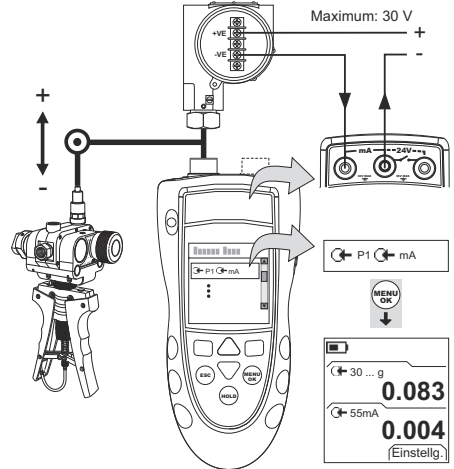
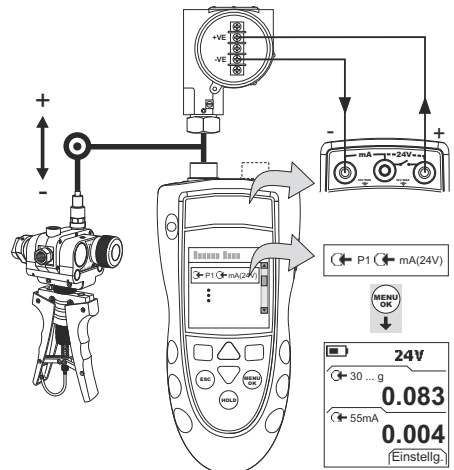

Abbildung 5: Beispielkonfiguration: Transmitterkalibrierung mit externer Schleifenstromversorgung
Abbildung 6: Beispielkonfiguration: Transmitterkalibrierung mit interner Schleifenstromversorgung
1. Schließen Sie das Gerät an (Abbildung 5 oder Abbildung 6) und ändern Sie ggf. die Option Konfig. (Tabelle 1).